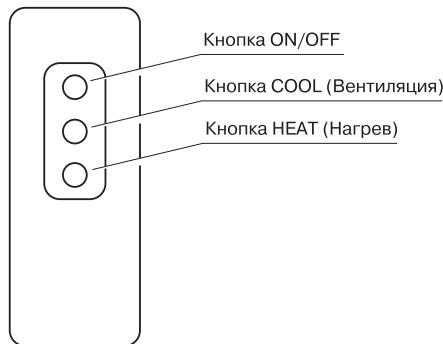

Рис.2 – Инфракрасный дистанционный пульт управления
5.3.1 Завеса управляется при помощи инфракрасного дистанционного пульта (рис.2) или же при помощи кнопки ON/OFF на панели завесы (Рис. 3а, Рис. 3б)
5.3.2.1 Управление с дистанционного пульта (рис.2)
5.3.4.1 Управление с дистанционного пульта (рис. 2)